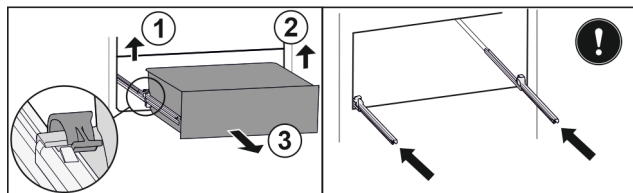

Fig. 127
- Soulever la bride gauche et tirer dans le même temps la partie gauche du tiroir vers l'avant. Fig. 127 (1)
- Soulever la bride droite et tirer dans le même temps la partie droite du tiroir vers l'avant. Fig. 127 (2)
- Retirer le tiroir par l'avant. Fig. 127 (3)